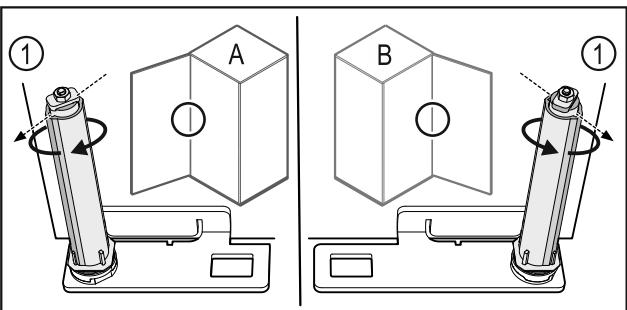

Fig. 61 左门挡 (A) / 右门挡 (B)
- ▶ 克服阻力转动关门系统，直至关门系统 Fig. 61 (1)的连接片朝外。